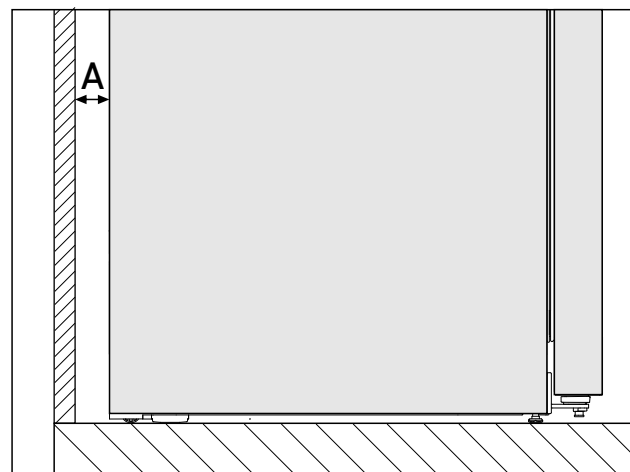

Fig. 3 \*
Il consumo energetico è stato determinato con una distanza dalla parete Fig. 3 (A) tra il retro dell'apparecchio e la parete. Se la distanza dalla parete è inferiore a Fig. 3 (A), ciò non influisce sul funzionamento dell'apparecchio. Con una distanza dalla parete inferiore, il consumo energetico può aumentare leggermente e può formarsi condensa sul retro dell'apparecchio.\*